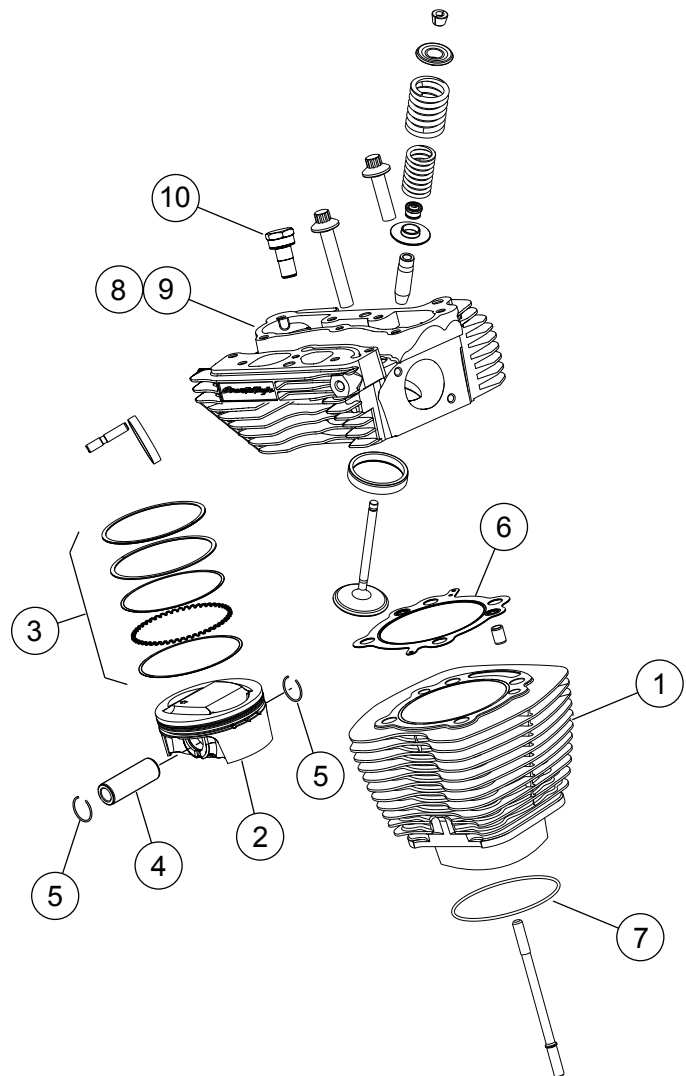
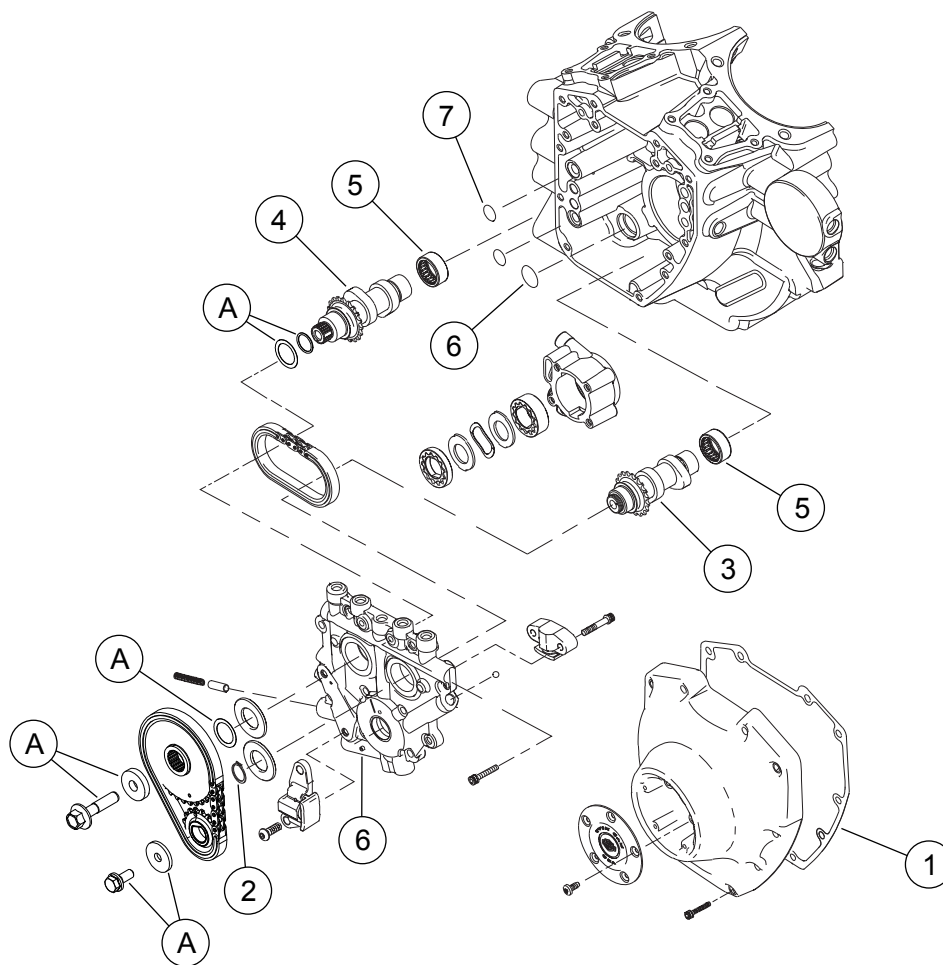

Рисунок 1. Запасные части: Комплект 4 ступени для двигателя Screamin' Eagle Pro TC 103 CI
Рисунок 3. Запасные части: Комплект 4 ступени для двигателя Screamin' Eagle Pro TC 103 CI
См. с Рисунок 1 по Рисунок 3 и с Таблица 1 по Таблица 3.
1. См. Рисунок 3 . Осмотрите игольчатые подшипники распределительного вала (5) и при необходимости замените.
2. См. Рисунок 1 по Рисунок 3 . Прикрепите кулачки к кулачковой шайбе, высокопроизводительным головкам цилиндров и верхнему концу двигателя, используя детали из комплекта. См. соответствующие разделы ДВИГАТЕЛЬ руководства по техническому обслуживанию.